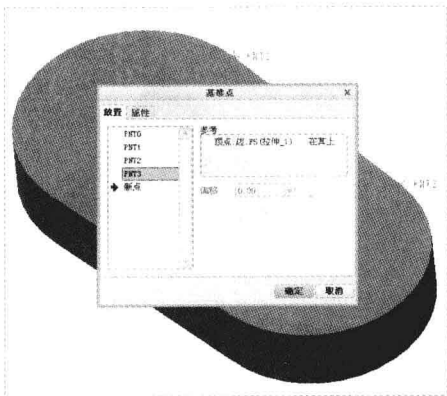

图 4-6 “放置”选项卡
Step 03 弹出“基准点”对话框，在绘图区合适的端点上依次单击鼠标左键，此时“基准点”对话框中的“放置”选项卡如图4-6所示。